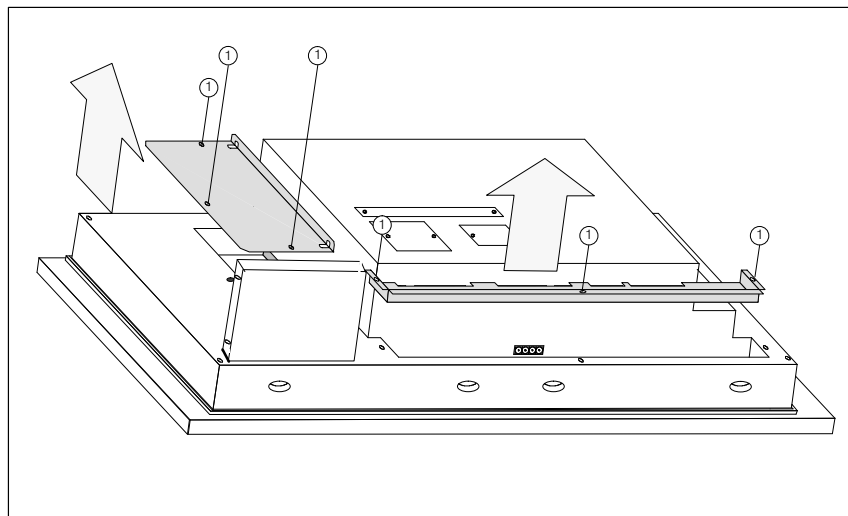

Bild 2-4 Spreiznieten lösen
2. Lösen Sie die im Bild 2-4 mit ① gekennzeichneten Spreiznieten.